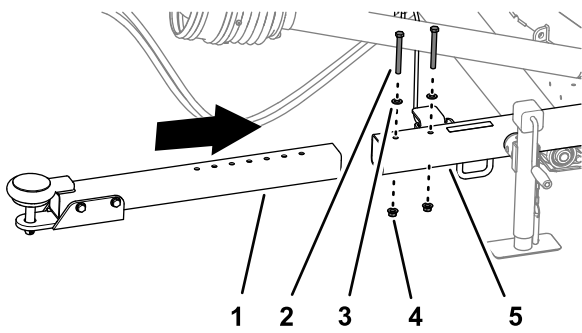

図 6
- ヒッチチューブをレシーバチューブに固定しているフランジロックナット2個、キャップスクリュー2個、ワッシャ2枚を外す 図 6。